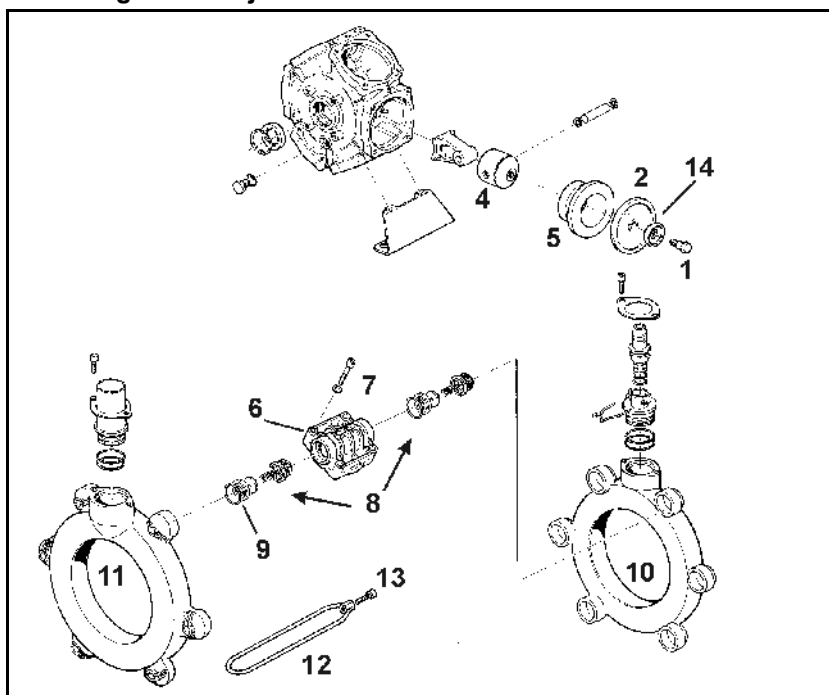

Bild 150
- Spänn fast kolvmembranet (Bild 150/2) med skruv (Bild 150/3) och bricka (Bild 150/1) i kolven (Bild 150/4), så att kanten (Bild 150/14) pekar mot cylindertoppen (Bild 150/6).
- Skruvarna (Bild 150/13) måste dras åt korsvis med angivet moment. Felaktig dragning kan leda till spänningar med läckage som följd.
- Lossa skruvarna (Bild 150/1) och dra kolvmembranet (Bild 150/2) tillsammans med brickan (Bild 150/3) från kolven (Bild 150/4).
- Demontera cylindern (Bild 150/5) från pumphuset.
- Återmontera cylindern (Bild 150/5) i pumphuset.
- Montera kolvmembranet (Bild 150/2) monterien.
- Montera cylindertoppen (Bild 150/6) på pumphuset med skruvarna (Bild 150/7) och dra åt korsvis.
- Montera ventilsets (Bild 150/8) efter kontroll och rengöring.
- Montera nya o-ringar (Bild 150/9) einsetzen.
- Montera sug - (Bild 150/10) och tryckrör (Bild 150/11) pumphuset och montera spännbygeln (Bild 150/12) monterien.
- Montera locket och dra åt skruvarna (Bild 150/13) korsvis med **11 Nm**.